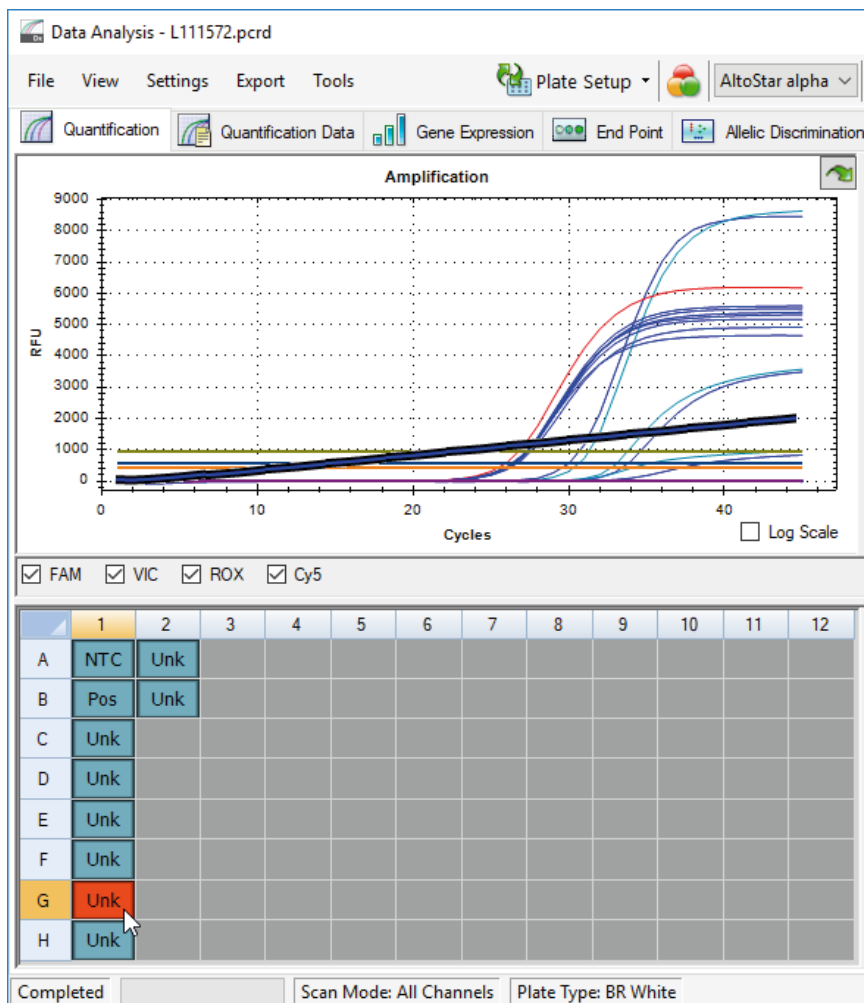

Figura 6: Finestra Data Analysis (Analisi dei dati): segnale PCR irregolare
- Identificare i pozzetti con segnali PCR irregolari (aumento del segnale lineare, picchi anomali, ecc.) in uno qualsiasi dei canali di rilevamento FAM™ (VZV target), VIC™ (IC), Cy5 (HSV-2 target) o ROX™ (HSV-1 target) (vedere figura 6).